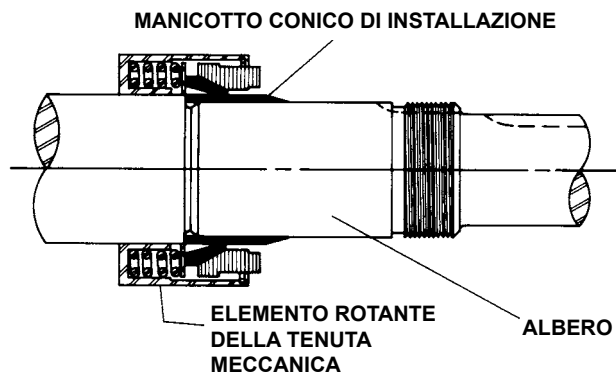
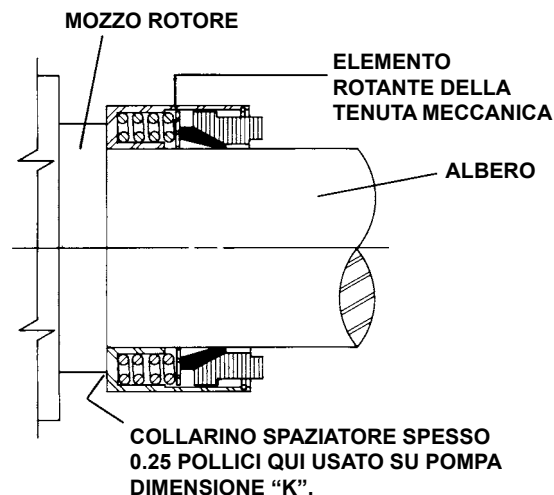

FIGURA 9
FIGURA 10
6. Posizionare sull'albero il manicotto conico di installazione (fornito con le tenute di ricambio per H, HL, K, KK, L, LQ e LL). Vedere Figura 9. Ricoprire il diametro interno dell'elemento rotante della tenuta, il manicotto conico di installazione e l'albero con una generosa quantità di olio non detergente SAE 30. Porre l'elemento rotante sull'albero, sopra al manicotto e contro il mozzo del rotore. Vedere Figura 10.